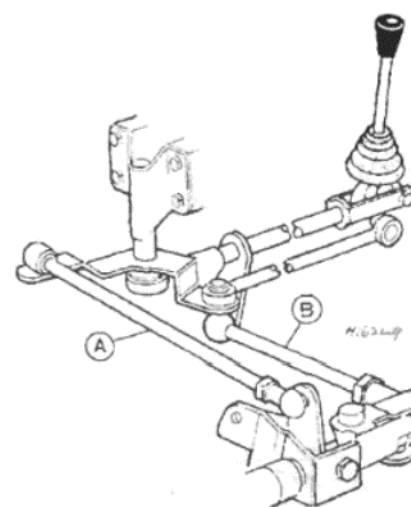

Рисунок 13.9. Связывающий механизм с двумя тягами на более поздних типах трансмиссии М4Т типа Simca (Раздел 7)
6. Длина тяги А (см. Рисунок 13.9) влияет на боковой ход рычага передачи. Его необходимо отрегулировать по методу, описанному в Главе 6, так чтобы эффективная длина (т.е. расстояние между центрами шаровых соединений) находилась в пределах от 256 до 266 мм.